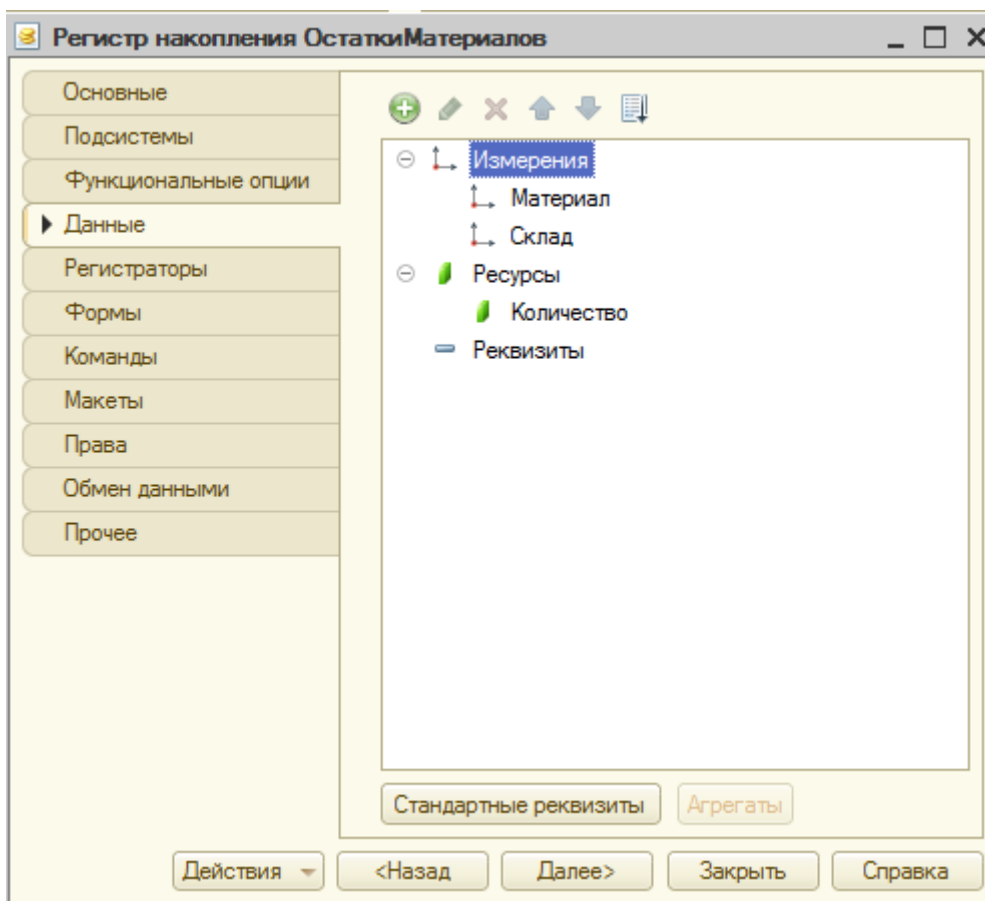

Рисунок 36 Создание регистра накопления
- На вкладке «**Данные**» создайте следующую структуру регистра (рис. 36):